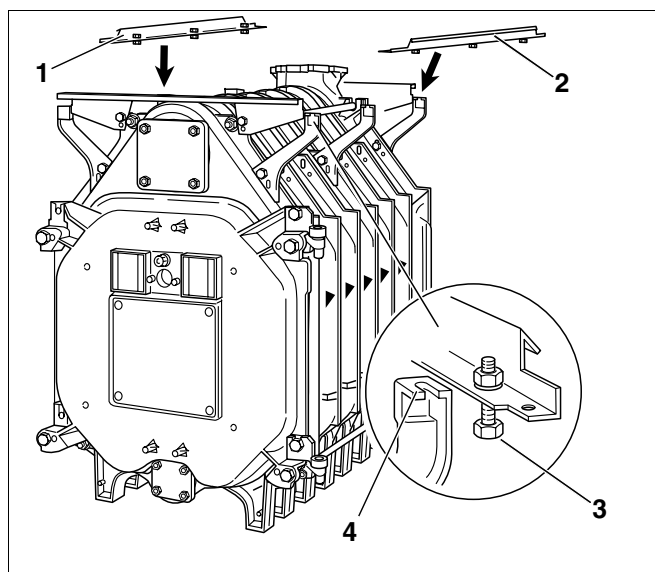

Рис. 38 Установка продольных планок
- Положить продольные планки (рис. 38, поз. 1 и 2) на оба кронштейна на передней и задней секциях.
- Вставить предварительно установленные на продольных планках болты (рис. 38, поз. 3) в выемки кронштейнов (рис. 38, поз. 4) и закрутить их.